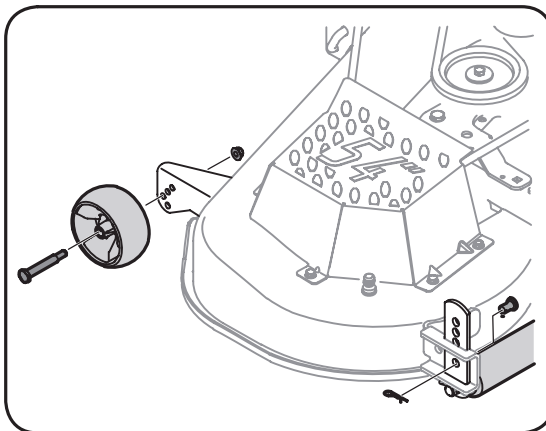

Figure 3-6
- Démontez les roues de guidage avant en enlevant les contre-écrous et les vis à épaulement qui les maintiennent sur le plateau de coupe. Voir la Figure 3-6.
- Enlevez les axes de chape et les goupilles épingle des supports de droite et de gauche du rouleau du plateau de coupe. Voir la Figure 3-6.